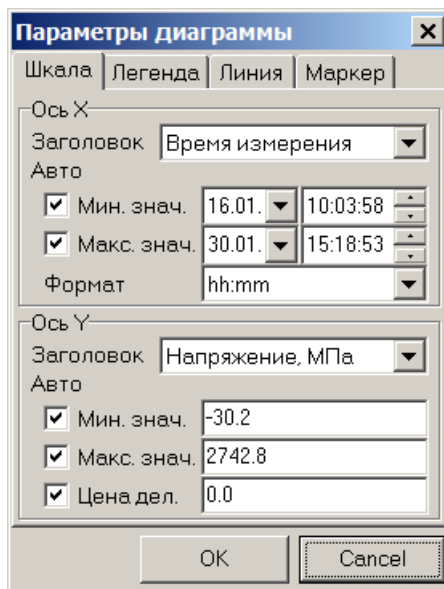

Рисунок 14 - Окно выбора параметров диаграммы.
4.5.4 Для настройки параметров отображения результатов измерений на диаграмме необходимо выполнить команду меню Измерение/Параметры диаграммы. При этом должно появиться окно для выбора параметров диаграммы (рисунок 14). С помощью этого окна можно выбрать масштаб графиков, расположение легенды, свойства линий и маркеров для каждого канала.